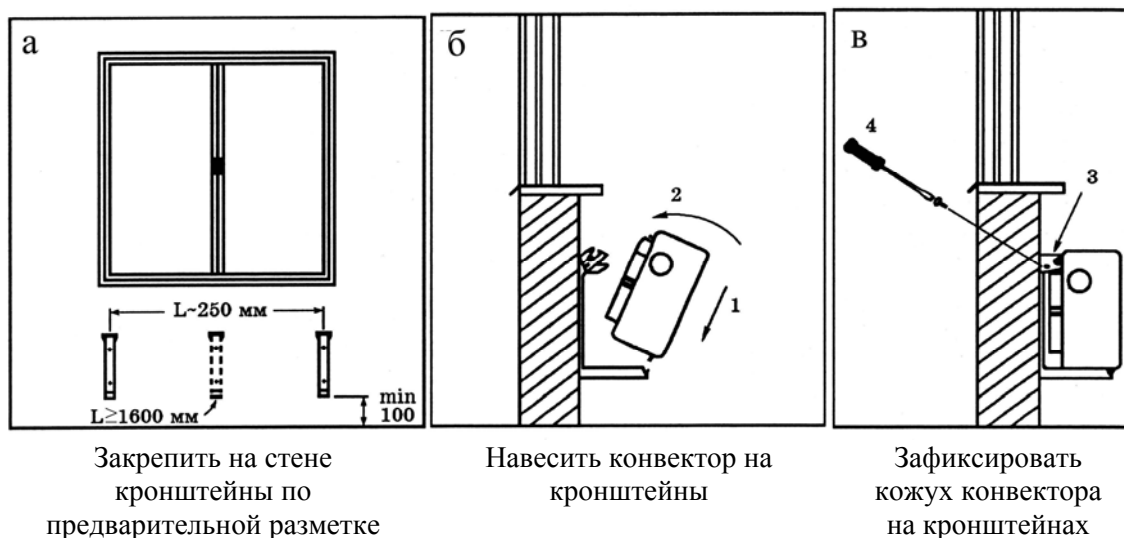

Рис. 6.1. Последовательность монтажа настенных конвекторов «Экотерм»
- разметить места установки кронштейнов (рис. 6.1 а). При выполнении этой операции с целью облегчения удаления пыли и строительного мусора рекомендуется использовать упаковочную коробку, положив её плашмя на пол. Расстояние между осями кронштейнов должно быть на 250 мм меньше длины конвектора. Если длина конвектора более или равна 1,6 м, то он комплектуется третьим кронштейном, который устанавливается посередине;
- выполнить отверстия в стене, установить при необходимости дюбели или деревянные пробки и закрепить кронштейны шурупами (рис. 6.1 а);
- установить конвектор по стрелке (1) на кронштейны и затем повернуть его по стрелке (2) так, чтобы он удерживался подвижными защелками (3), имеющимися на кронштейнах (рис. 6.1 б, в);
- зафиксировать конвекторы, завернув отвёрткой (4) шурупы на кронштейнах (рис. 6.1 в).